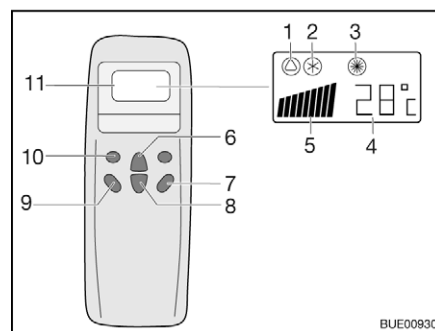
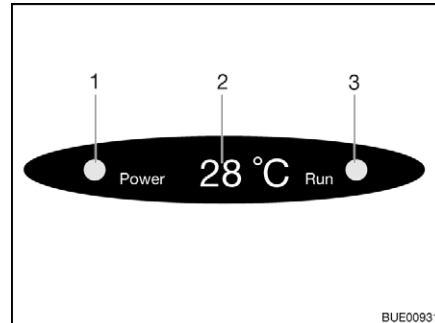

Fig. 216 Controlo remoto
Fig. 217 Indicação no difusor
- Prima a tecla "ON/OFF" (Fig. 216,7).
- Prima a tecla "Mode" (Fig. 216,10) tantas vezes até ser mostrado o modo de serviço pretendido (Fig. 216,1, 2 ou 3) no display. Acende-se a respetiva luz piloto na indicação no difusor (Fig. 217,3).
- Com as teclas para o aumento da temperatura (Fig. 216,6) ou redução da temperatura (Fig. 216,8) regule a temperatura pretendida.
- Com a tecla Número de rotações do ventilador (Fig. 216,9) escolha o nível pretendido do ventilador.
Desligar: ■ Prima a tecla "ON/OFF" (Fig. 216,7).